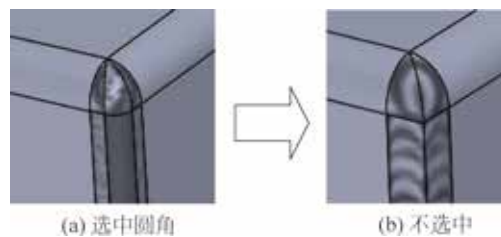

图 5.227 添加圆角
-  复选项：用于设置是否在焊接的边角上添加圆角，如图 5.227 所示。